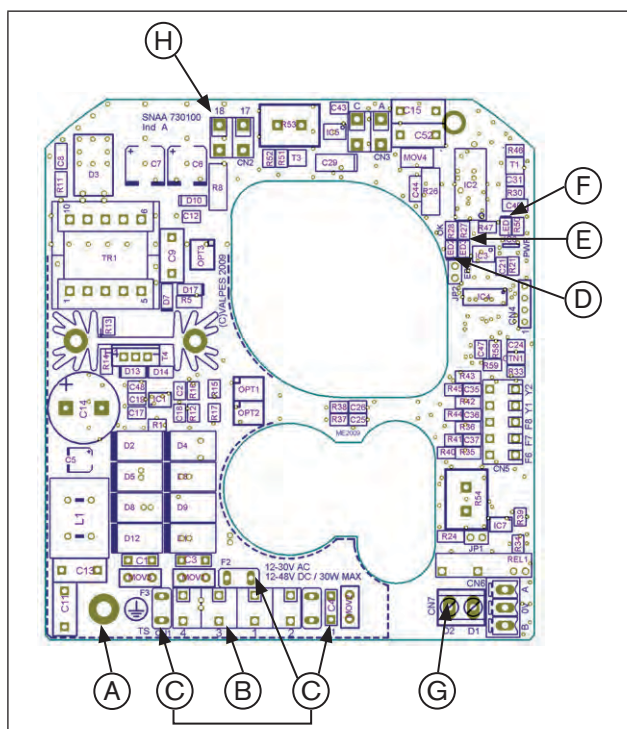
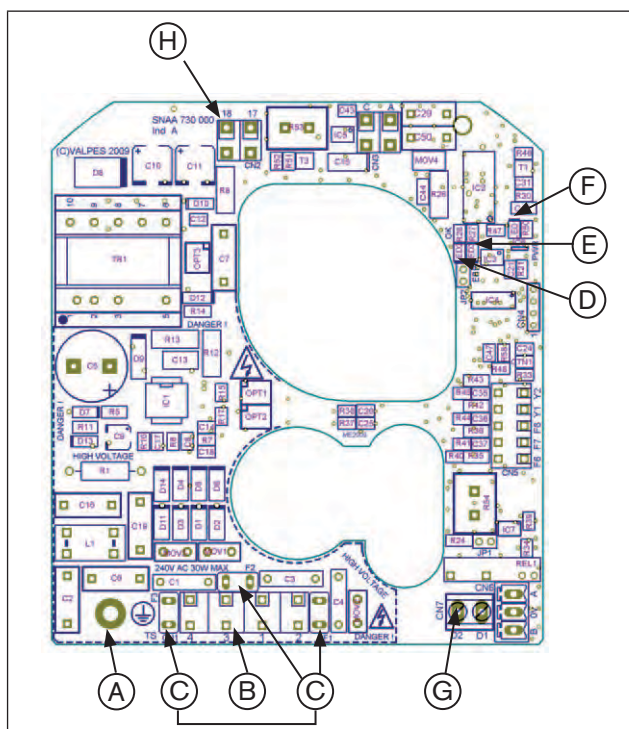
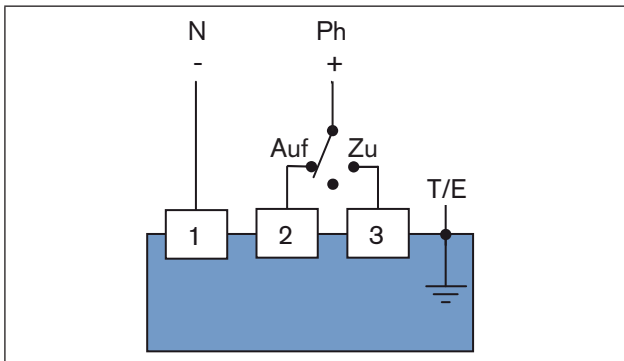
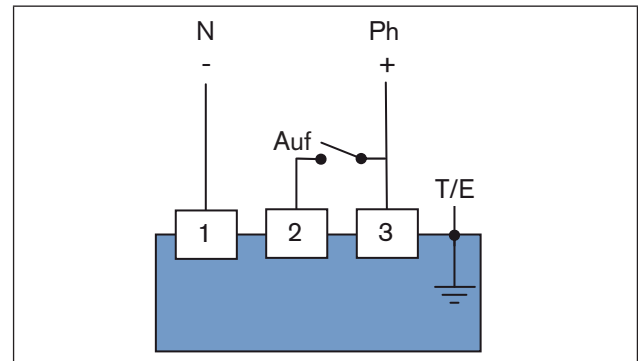

Bild 15: Stromversorgungsplatine 15-30 V 50/60 Hz (12-48 V DC)
Bild 16: Stromversorgungsplatine 100-240 V 50/60 Hz (100-350 V DC)
Bild 17: Drei Punkt Modus
Bild 18: Auf / Zu - Modus / Notstromvariante
→ Hierzu die Erdungsschraube lösen und Öse des Erdungskabels mit der Erdungsschraube befestigen (siehe „Bild 15“ und „Bild 16“).
- Kabel entsprechend der gewünschten Steuerungsart (siehe „Bild 17“ und „Bild 18“) an der Klemmleiste Pos. B der Spannungsversorgungskarte anschließen (siehe „Bild 15“ und „Bild 16“).
Funktionsweise beim Auf / Zu - Modus (siehe „Bild 18“):